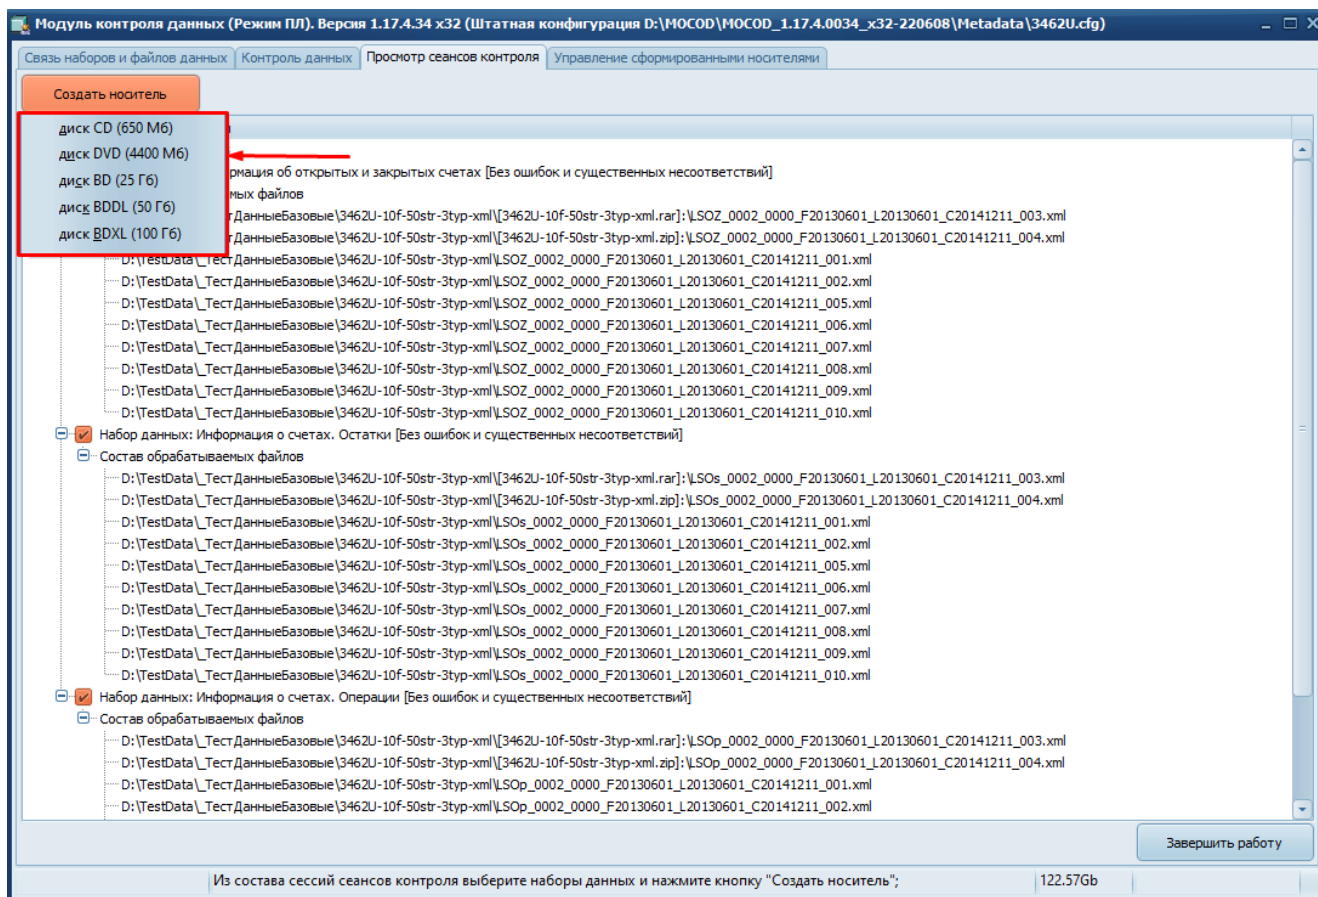

Рисунок 80 – Выбор типа носителя
3) Выбрать тип создаваемого носителя (Рисунок 80) из доступных вариантов: